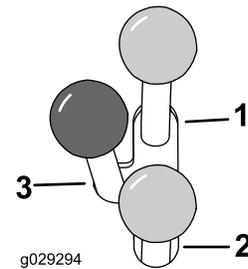

Figura 12
- Para accionar un apero hidráulico en dirección hacia adelante, mueva la palanca del sistema hidráulico auxiliar hacia adelante (Figura 12).
- Para accionar un apero hidráulico en sentido inverso, mueva hacia atrás la palanca hidráulica auxiliar (Figura 12).
Nota: Si suelta la palanca cuando está en la posición HACIA ADELANTE o HACIA ATRÁS, la palanca volverá automáticamente a la posición de PUNTO MUERTO (Figura 12).